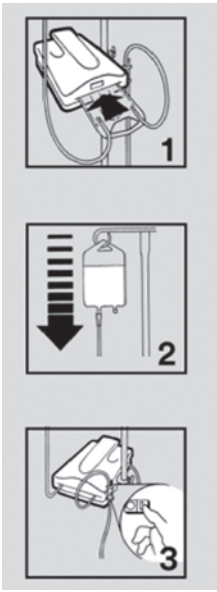

Figura 4
- Glisați caseta în fanta unității de încălzire. Caseta se poate încadra în dispozitiv numai într-un singur sens (a se vedea Figura 4, #1).
- Amorsați setul de încălzire. Pentru mai multe informații despre amorsarea setului, consultați instrucțiunile furnizate împreună cu seturile de încălzire (a se vedea Figura 4, #2).
- Conectați cablul de alimentare la o priză adecvată. Porniți unitatea (a se vedea Figura 4, #3). În câteva secunde, afișajul alfanumeric se va aprinde. Durează mai puțin de două minute pentru a ajunge la un punct de setare de 41 °C.